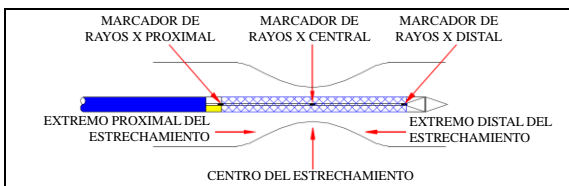

Figura 4
- Cuando el marcador de rayos X central alcance el centro del estrechamiento a tratar, continúe tirando el conector Y hacia atrás hasta que el stent se haya desplegado por completo. (Observe la figura 4, 5).